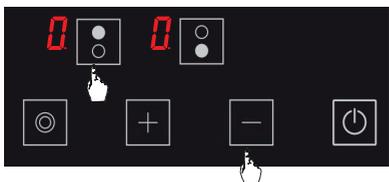

Abbildung 18
2. Drücken Sie die Auswahlstaste obere Kochzone () und die Minus-Taste () gleichzeitig. (siehe Abb. 18) Sie hören einen kurzen Warnton. Nehmen Sie dann Ihre Finger vom Kochstellen-Bedienfeld.